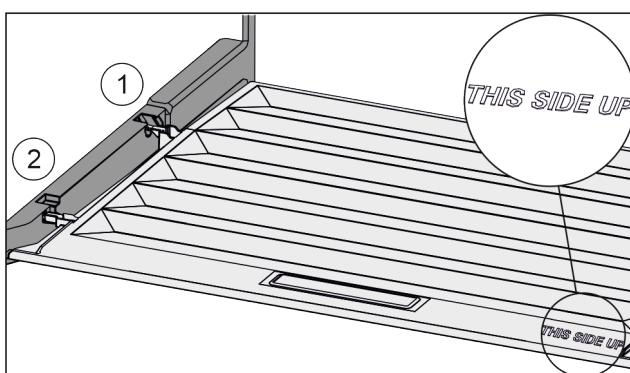

Fig. 44
- Výstupky veka zavedte cez otvor zadného držiaka Fig. 44 (1) a zaistite vpred v držiaku Fig. 44 (2).